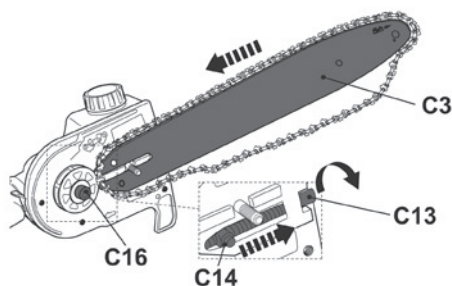

Fig. 14
- > Gire el tornillo tensor (C13) hacia la izquierda para ajustar el pasador tensor (C14)/la espada (C3) hacia el engranaje de transmisión (C16) hasta el tope (Fig. 14).